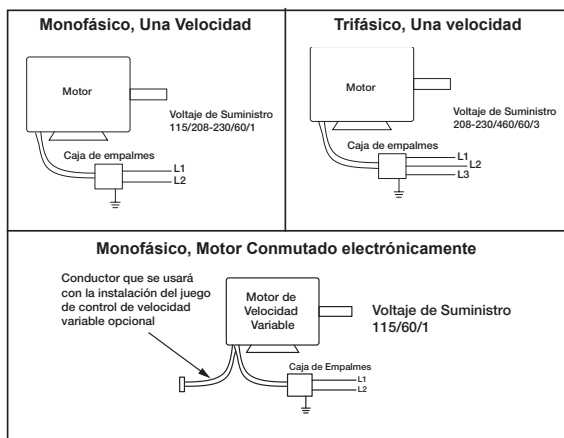

Figura 4
- Monte y conecte el interruptor de desconexión de seguridad bajo la cubierta del motor. Conecte los interruptores de control al nivel del suelo, consulte la Figura 4.
- Conecte el motor en el voltaje que desee según el diagrama de cableado que se encuentra en el motor, consulte la Figura 4 para conocer el diagrama de cableado de conexiones.